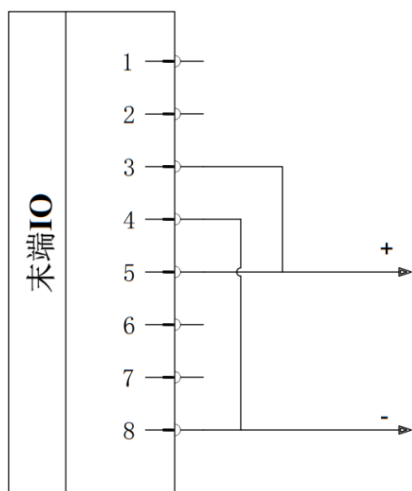

图 2-35: 双针模式 1 接线
- 2) 接线方法：如下图 2-35，将电源线（5 灰色）与 TI3/TO3/PWR2 线（3 绿色）连接，接地线（8 红色）与 TI2/TO2/GND2 线（4 黄色）连接。